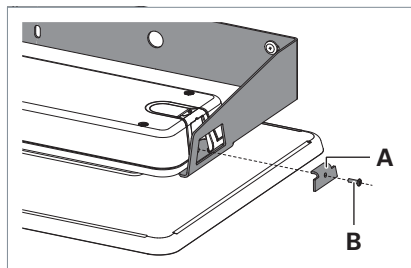

Fig. 7: Visser l'équerre à la fixation murale.
- ▶ Visser l'équerre **A** au dispositif de fixation murale au moyen de la vis **B**, voir Fig. 7.